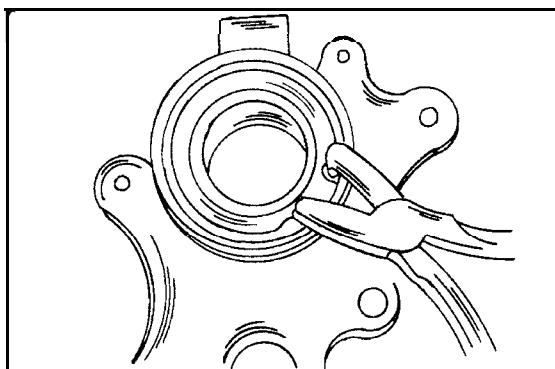

Bild 273
- Sprengring aus der Aussenseite des Lagergehäuses entfernen. Dazu benutzt man eine normale Seegerringzange (siehe Bild 273).
- Den Radlagersprengring in der in Bild 273 gezeigten Weise in das Radlagergehäuse einfedern. Der Ring muss ringsherum einwandfrei in der Rille sitzen.